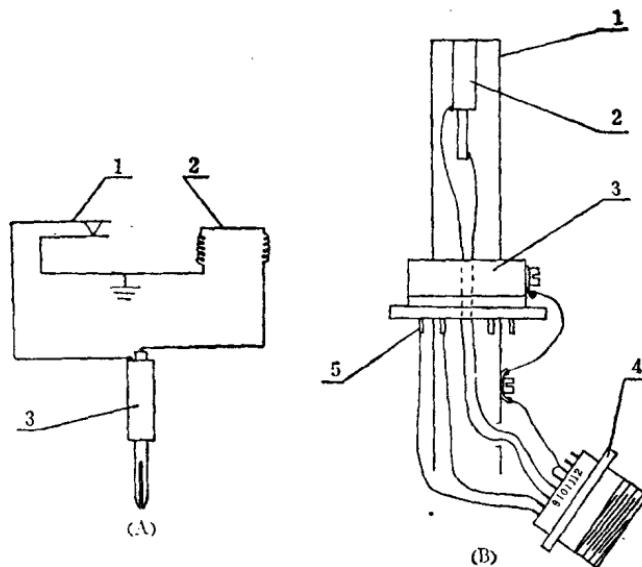

图 7
感应器出故障的机会还是比较多的，弄清感应器的接线，对于检修工作来说，是非常必要的。如前所述，感应器是由风速表和风向标两部分组成，这两部分的接线见图 7。图 7
(A) 是风速表的接线，图 7 (B) 是风向标的接线。
从图 7 (A) 可见，风速接点 1 和定子线圈 2 都有一根线接地。这里所说的接“地”，就是接机壳。接点 1 的另一根线，接同心插头 3 的粗的部分；而定子线圈的另一根线，则接同
见图 7 (B)，风向标主轴 1 上，装有风向接触器 3。在轴 1 的顶端，装有同心插座 2。同心插座 2 也分粗细两部分，而且彼此绝缘。4 是感应器上的 12 芯插座，5 是方位铜块的焊脚 (应该有 8 个，图中只画 4 个)。从图 7 (B) 可见，同心插座的粗的部分和细的部分各引一根线，从空心轴里拉出来，接到 12 芯插座上，粗的接 9，细的接 10。风向接触器的外环用一段导线与轴相连，然后接到 12 芯插座的 12 上，12 与 11 又连接起来。12 芯插座除去 9、10、11、12 四个头子外，还有 8 个头子，就接 8 个方位铜块 (图中只画了两根线)。
安装时，图7（A）的同心插头3，就插在图7（B）的同心插座2里面。可见，风速接点的一根线，通过同心插头座接到12芯插座的9。而定子线圈的一根线，通过同心插头座接到12芯插座的10。它们接地的线，就通过风速表外壳到图7（B）中的主轴1，如前所述再由轴1引到12芯插座的11、12。所以，11、12和感应器外壳也是相通的。